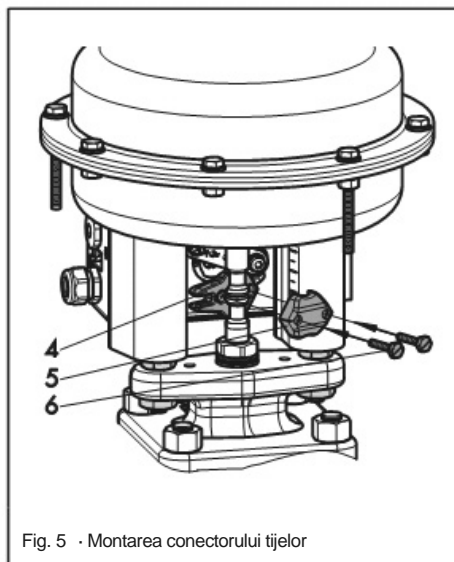

Fig. 5 · Montarea conectorului tijelor
3. Plasați conectorul tijelor cu partea de citire cursă (4 în Fig. 5) în spatele tije servomotorului și fixați-l ușor cu clema de împerechere (5) utilizând șuruburile (6).